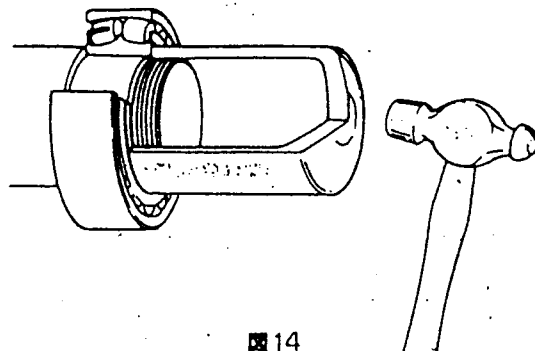

図14
(1) 圧入の場合
- a. しめしろの小さい小形軸受の場合は治具を内輪の端面に当てて圧入するとよい(図14参照)。